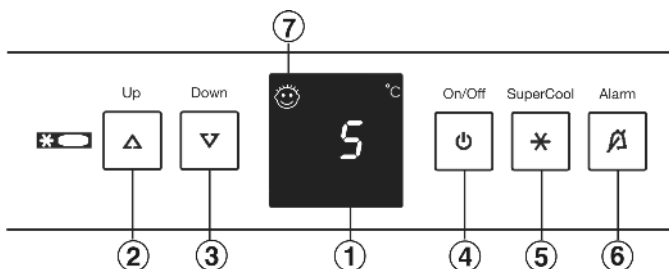

Fig. 2
- ▶ Appuyer sur la touche On/Off Fig. 2 (4).
- ▶ Activer le mode de réglage : appuyer env. 5 s. sur la touche SuperCool Fig. 2 (5).
- ▶ A l'aide de la touche de réglage Up Fig. 2 (2) et touche de réglage Down Fig. 2 (3), sélectionner  $\text{h1}$ .
- ▶ Confirmer : appuyer brièvement sur la touche SuperCool Fig. 2 (5).
- ▶ Régler l'affichage plus clair : appuyer sur la touche de réglage Up Fig. 2 (2).
- ▶ Régler l'affichage plus foncé : appuyer sur la touche de réglage Down Fig. 2 (3).
- ▶ Confirmer : appuyer sur la touche SuperCool Fig. 2 (5).
- ▶ Désactiver le mode de réglage : appuyer sur la touche On/Off Fig. 2 (4).